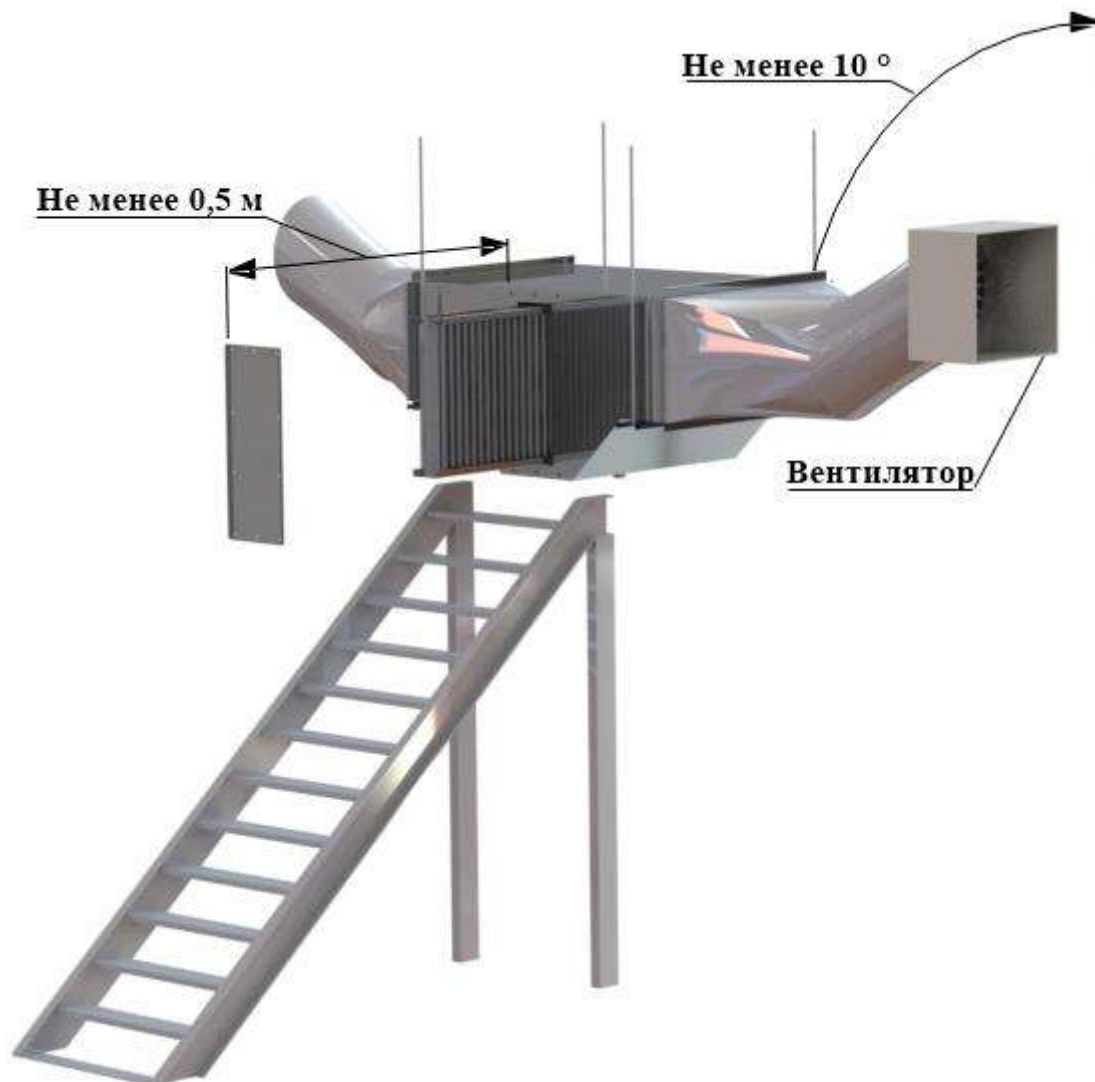

РИС. 11. МОНТАЖ ГИДРОФИЛЬТРА В СИСТЕМУ ВЕНТИЛЯЦИИ.
- Площади сечения воздуховодов должны соответствовать выбранному типу гидрофильтра «Ятаган HYDRO» (Рис. 1), а также иметь прямые участки для равномерного смешивания очищаемого воздуха (Рис. 11).
При монтаже гидрофильтра в систему вентиляции необходимо учитывать (рис. 11):
5. Монтаж произвести таким образом, чтобы перед и после гидрофилтра были предусмотрены прямые участки воздуховодов длиной не менее 1 м (Рис. 11).